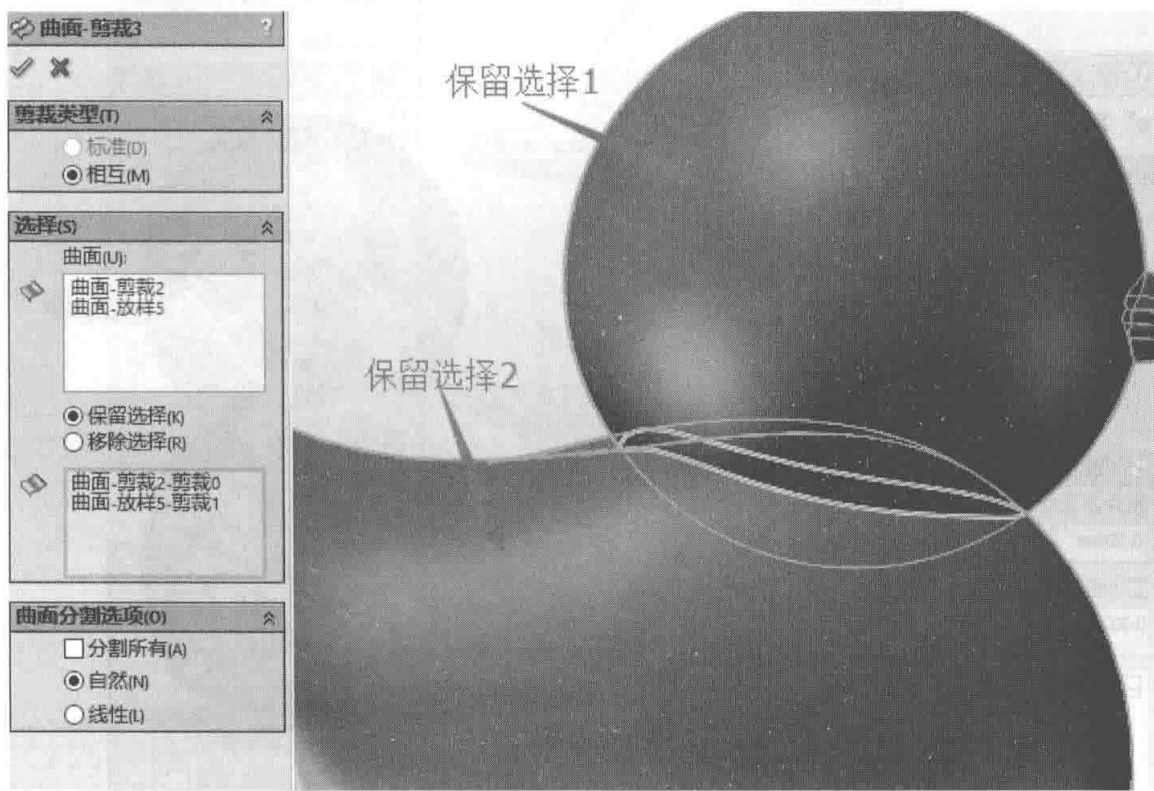

图 3-74 剪裁曲面
(12) 选择“曲面→剪裁曲面”或者“插入→曲面→剪裁曲面”，选择相互剪裁方式，选择身体和头，然后选择“保留选择”，选择相互不交叉的部分，如图 3-74 所示。